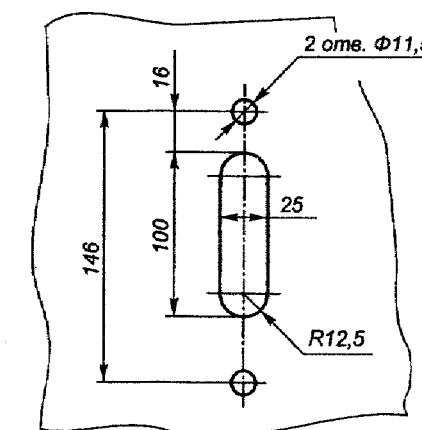

Рис. 14. Отверстия для крепления рычажного привода.
4. Для установки рычажного привода выключателей стационарного исполнения в панели распределительного устройства выполните отверстия в соответствии с рис. 14. Корпус рычажного привода можно устанавливать в разных местах по горизонтали в пределах, указанных на рис. 2 приложения Б (размер И). При установке на панель необходимо выдерживать размеры 225 и 250 мм. Обратить внимание на то, чтобы тяга "а" изгибом была обращена вниз.